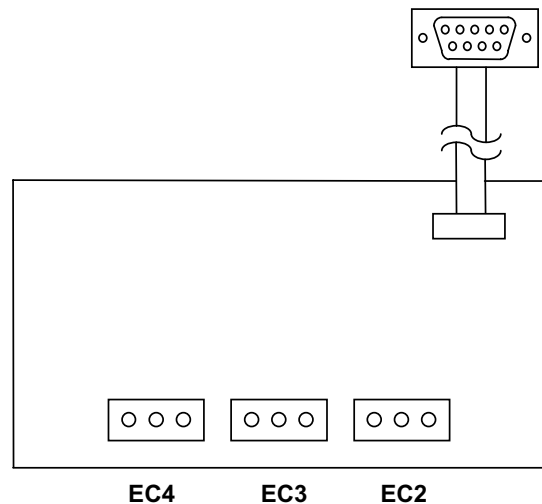

Fig. 2 / Abb. 2
3. Brancher aux connecteurs EC2, EC3 et EC4 le système de signal choisi (Fig. 2) :
3. Connect the indicator system selected to the connectors EC2, EC3, and EC4 (Fig. 2):
3. Collegare ai connettori EC2, EC3, EC4 il sistema di segnalazione scelto (Fig. 2):
3. Verbinden Sie das gewählte Signalisierungssystem mit den Anschlüssen EC2, EC3, EC4 (Abb. 2):
3. Conecte a los conectores EC2, EC3, EC4 el sistema de señal elegido (Fig. 2):